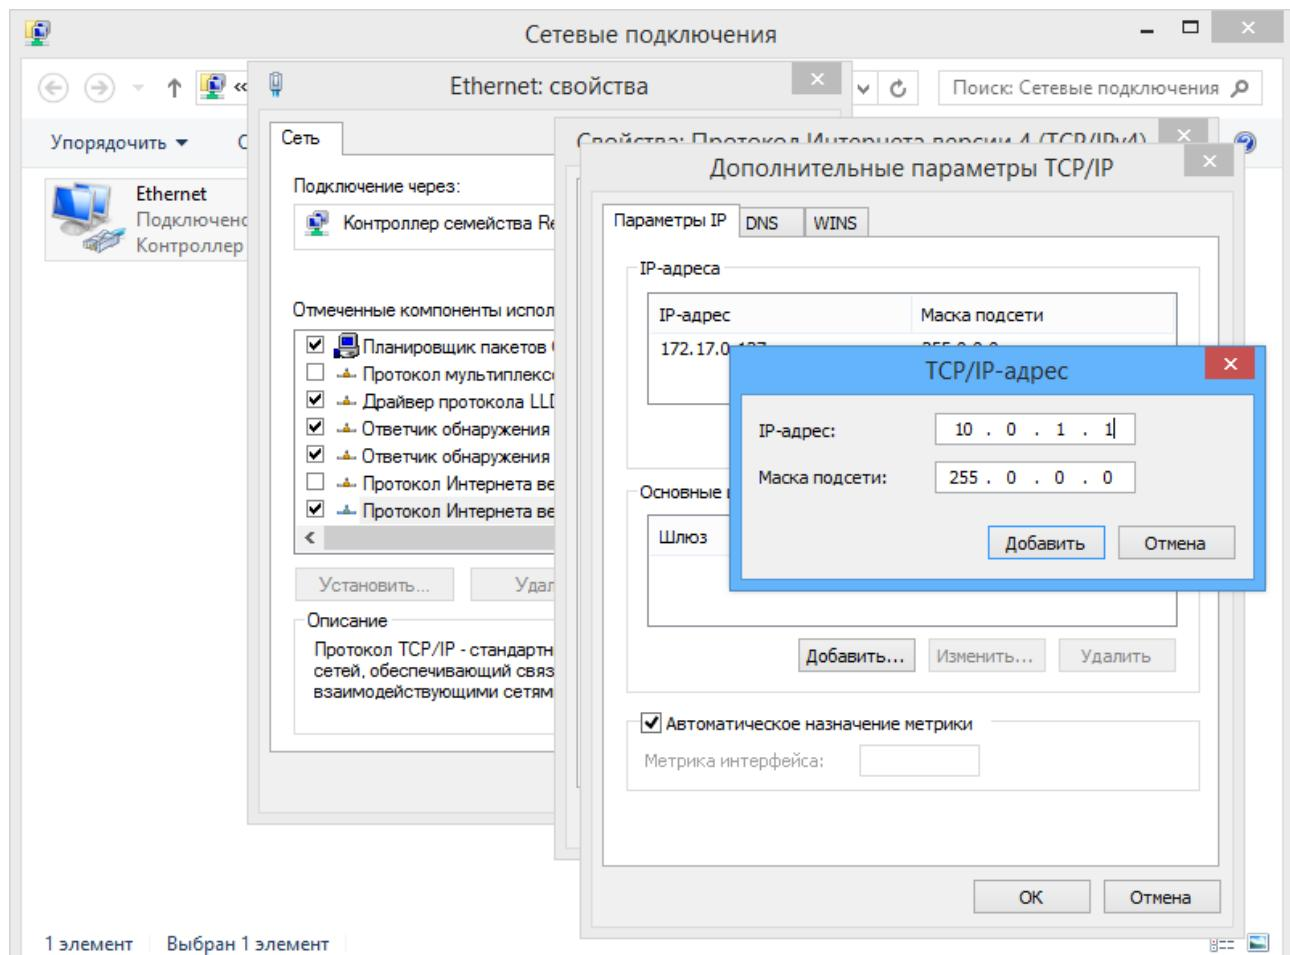

Рисунок 15. Добавление IP-адреса ПК
- Отсутствуют сетевые настройки в компьютере** – установите IP-адрес и маску подсети компьютера. Контроллер при этом должен быть подключен либо непосредственно к сетевому разъему сетевой карты компьютера, либо к тому же Hub/Switch, в который включен компьютер (см. рис. 15).